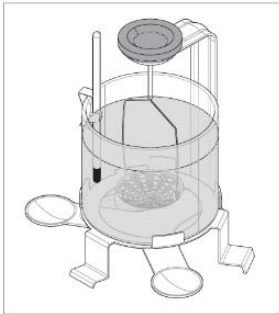

Abb. 4.2-1
- Hängen Sie eine geeignete Halterung an die Klemme, um zu gewährleisten, dass er nicht die Becherglaswand oder das Thermometer* berührt. Falls Unterlast angezeigt wird, verwenden Sie, wie in Kapitel 1 beschrieben, das Ausgleichsgewicht (siehe Abbildung 4.2-1 als Beispiel).